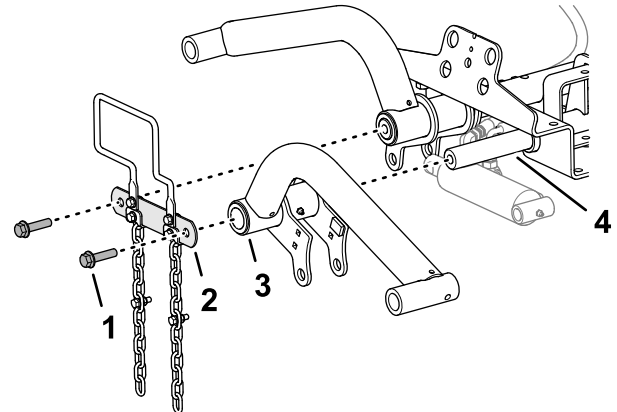

Bild 11
1. Montieren Sie die Hubarme auf die Hubarm-Gelenkwellen, wie in Bild 11 dargestellt.
2. Befestigen Sie die Gelenkwellenverbindung mit den beiden Bundkopfschrauben (1/2" x 2"), die Sie in Vorbereiten des Einbaus der Hubarme (Seite 17) entfernt haben, an den Gelenkwellen der Hubarme (Bild 11).